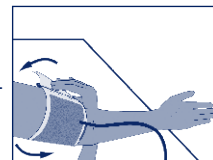

Figura 5
- Tirare quindi l'estremità libera del bracciale in modo che si tenda completamente e chiudere il velcro (Figura 5).